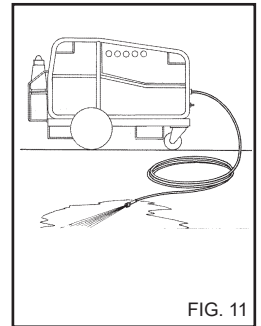

FIG. 11
**Um eventuelle Unreinheiten oder Wasserblasen im hydraulischen Zyklus zu eliminieren, sollte man zuerst den Hochdruckreiniger ohne Lanze anlaufen lassen und das Wasser ein paar Sekunden lang auslaufen lassen. Eventuelle Schmutzpartikel könnten die Düse verstopfen und daher ihr Funktionieren beeinträchtigen (Fig.11).**